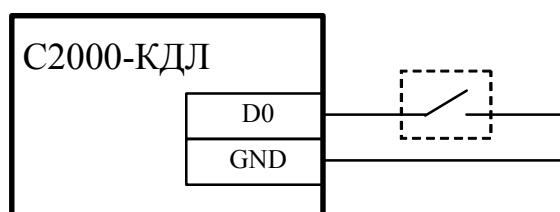

Рисунок 4 Схема подключения кнопки для указания желаемого действия по управлению разделами или доступу (при любом типе интерфейса)
2.1.7 При централизованном управлении и доступе для использования кодов ключей (карточек, PIN-кодов) одновременно и для управления разделами, и для доступа выбор желаемого действия осуществляется с помощью кнопки, подключенной к контроллеру (см. рисунок 4). Если код ключа настроен для управления разделами и доступа, то при нажатии на кнопку (замыкании D0 и GND) контроллер будет запрашивать возможность управления разделами, в противном случае будет работать доступ.